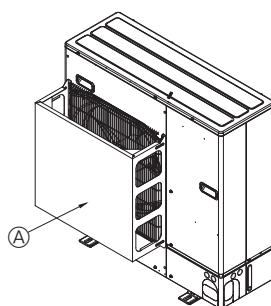

Fig. 2-5
- ② Установите дополнительный воздуховод, если прибор установлен в месте, где сильный ветер от тайфуна и т.д. может попадать непосредственно в вентиляционную решетку. (Fig. 2-5)